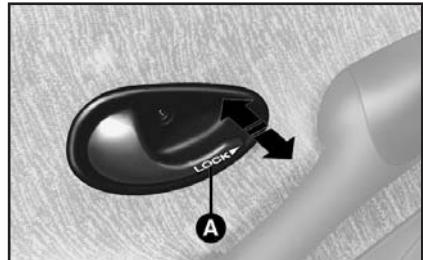

рис. 70
Чтобы отпереть дверь, потяните за ручку замка **A** (рис. 70).
**5)** Пропустив ремни безопасности по бокам спинки, опрокиньте спинку сиденья вперед (**рис. 70**) таким образом, чтобы получилась ровная площадка на одном уровне с полом багажника.